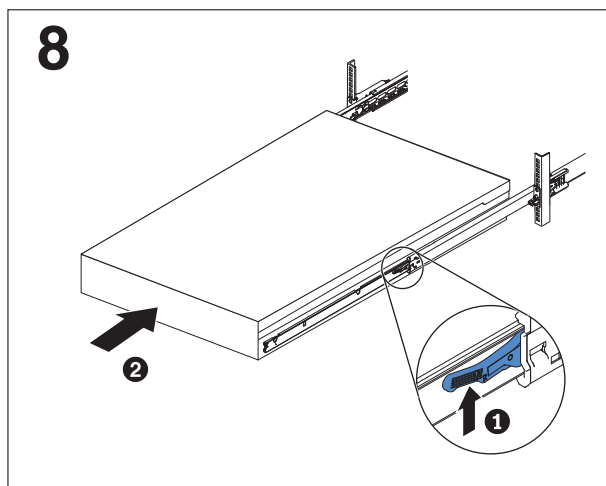

図 50. ラックのスライド・レールの SAN ボリューム・コントローラー 2145-DH8 ロック・レバーを上げる
2. スライド・レール上のロック・レバー (86 ページの図 50 の **1**) を上げて、サーバー **2** を、所定の位置にカチッと音を立てて収まるまで、ラック内に完全に押し込みます。